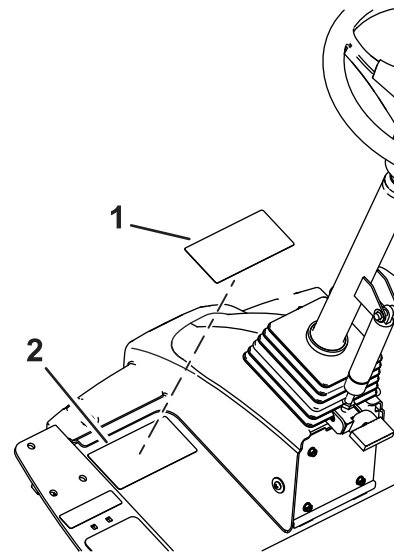

Bild 37
1. Verwenden Sie Reinigungsalkohol und einen sauberen Lappen, um die Oberfläche des Warnaufklebers zu reinigen, und lassen Sie den Aufkleber trocknen (Bild 37).